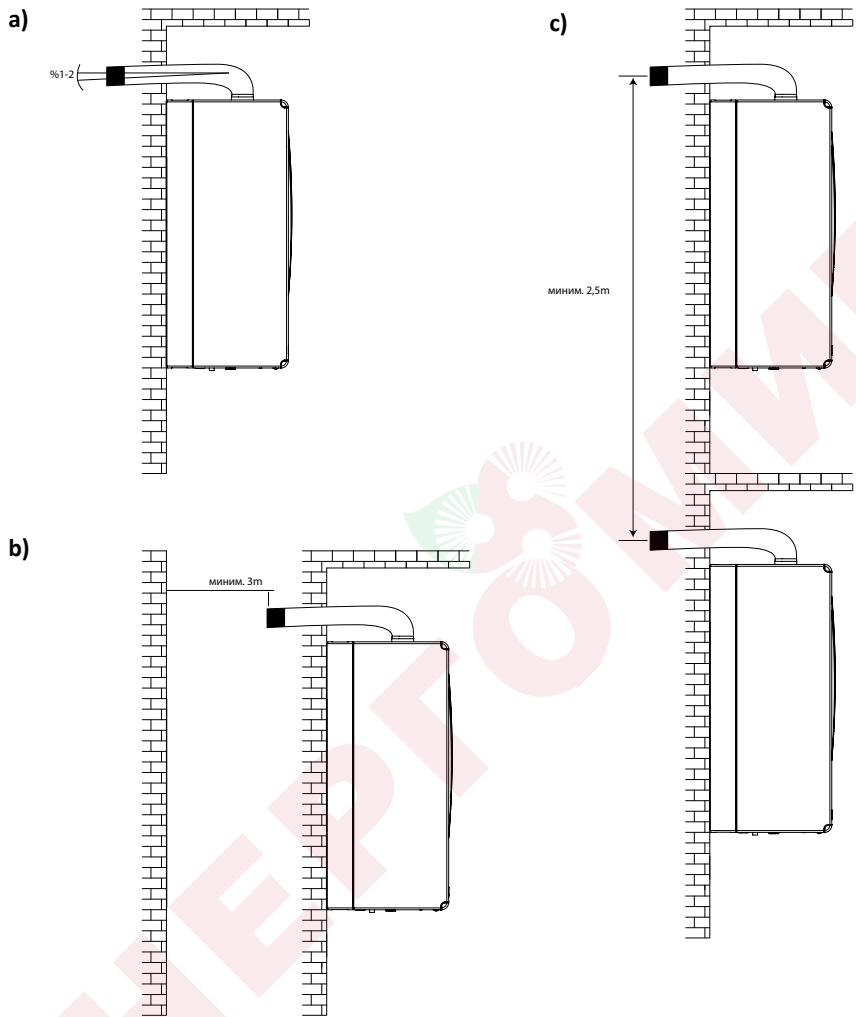

Рисунок 5
- Для устройств типа С выходные отверстия горизонтальных дымоотводов следует устанавливать с уклоном наружной части вниз на 1-2% для предупреждения проникновения дождевой воды и т. п. (Рисунок 5а).
- Расстояние от выходного отверстия дымоотвода до противоположного здания по прямой линии должно быть не менее 3 м (рис. 5б).
- Для устройств типа С расстояние между выходными отверстиями горизонтальных дымоотводов, выведенных наружу здания, должно составлять не менее 2,5 м. Кроме того, при выводе дымоотвода под окном, выходное отверстие дымоотвода должно находиться на расстоянии 30 см от нижнего края окна (Рисунок 5с).
Выходные отверстия горизонтальных дымоотводов следует устанавливать с уклоном наружной части вниз на 1-2% для предупреждения проникновения дождевой воды и т. п. (Рисунок 5а)